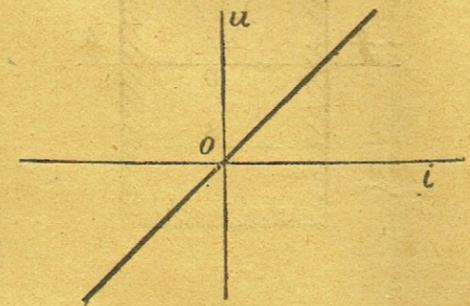
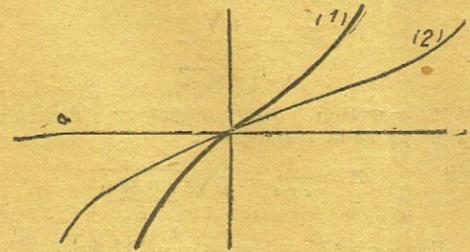

Fig 6
Fig 7
On a cherché à expliquer d'une façon très précise le fonctionnement théorique de ces détecteurs et plusieurs théories sont en ligne. Celle qui semble cadrer le mieux, est celle qui repose sur la notion de caractéristique. La caractéristique d'un conducteur ou d'un contact est la courbe représentant, par rapport à deux axes, la différence de potentiel entre ses extrémités en fonction du courant qui le traverse. Or, on a reconnu que les contacts pointe-cristal ne suivent pas la loi d'Ohm. Un conducteur, suivant la loi d'Ohm, comme par exemple un fil de cuivre, a sa caractéristique représentée par une droite symétrique par rapport aux axes (figure 6), c'est la courbe $E=RI$. Au contraire, la caractéristique d'un conducteur ne suivant pas la loi d'Ohm est une courbe passant par l'origine des axes O (figure 7) et qui peut être symétrique (1) ou dissymétrique (2), par